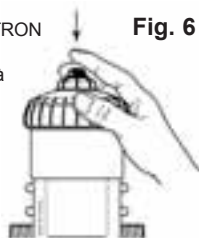

Fig. 6
- Appuyer sur le bouton de purge au sommet du couvercle (**Fig. 6**).